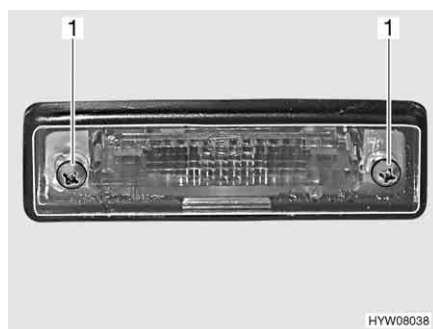

Fig. 224 Luci posteriori (luce targa)
- Svitare due viti degli involucri (Fig. 224,1).